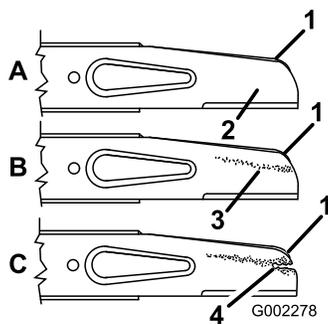

Figura 21
2. Togliete il bullone della lama, la rondella di bloccaggio, l'acceleratore e la lama (Figura 21).